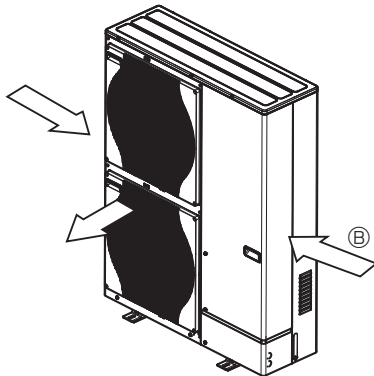

Fig. 2-5
- ③ Jeśli to możliwe, należy tak ustawić jednostkę zewnętrzną, aby kierunek wylotu powietrza był prostopadły do kierunku wiatru w danej porze roku. (Fig. 2-5).